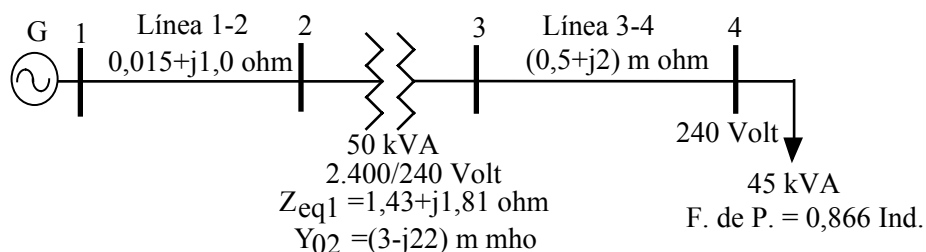

Figura 2.1
2.8.- Una carga monofásica de 45 kVA, $\cos \theta_2=0,866$ inductivo, 240 volt, se alimenta mediante el sistema que muestra la Figura 2.1 siguiente. Las impedancias totales de las líneas así como los parámetros del transformador están indicados en la Figura. Con 240 volt, en la carga (Barra 4) y considerando la admitancia de excitación conectada en la entrada del circuito equivalente del transformador (Barra 2) determine: